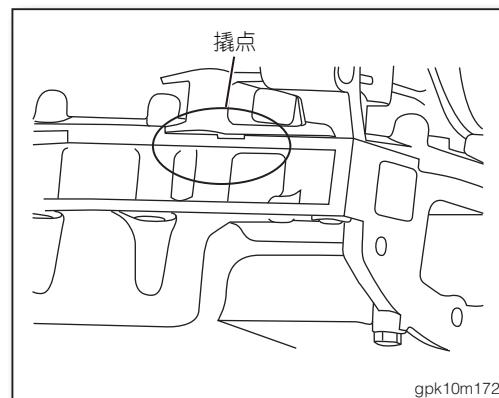

图2
3. 在油底壳与下曲轴箱间插入密封切割刀使其分离（如图2）。